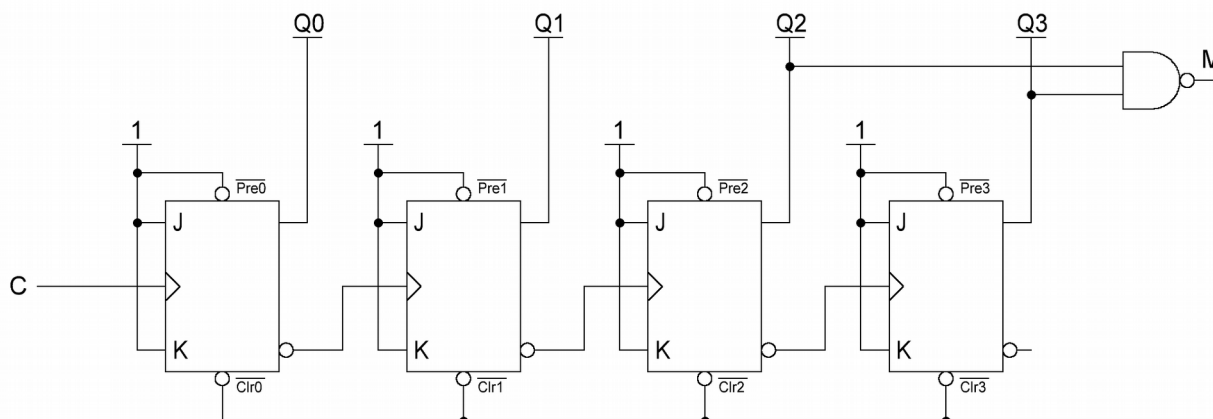

Figure 2
3. On modifie légèrement le montage de la figure 1 afin d’obtenir le montage de la figure 2. En expliquant votre raisonnement, que réalise le montage de la figure 2 ?